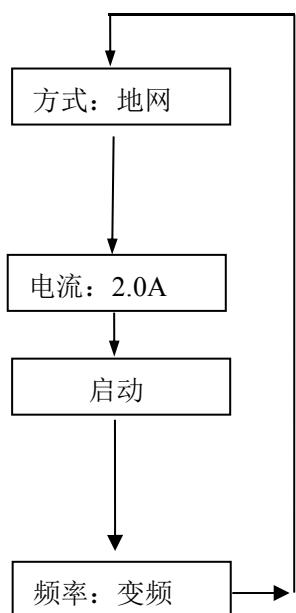

图 4
3.2、按▶键可移动光标至各菜单项，并循环指示。被选中项反白字体显示。选择键的流程见图4所示。